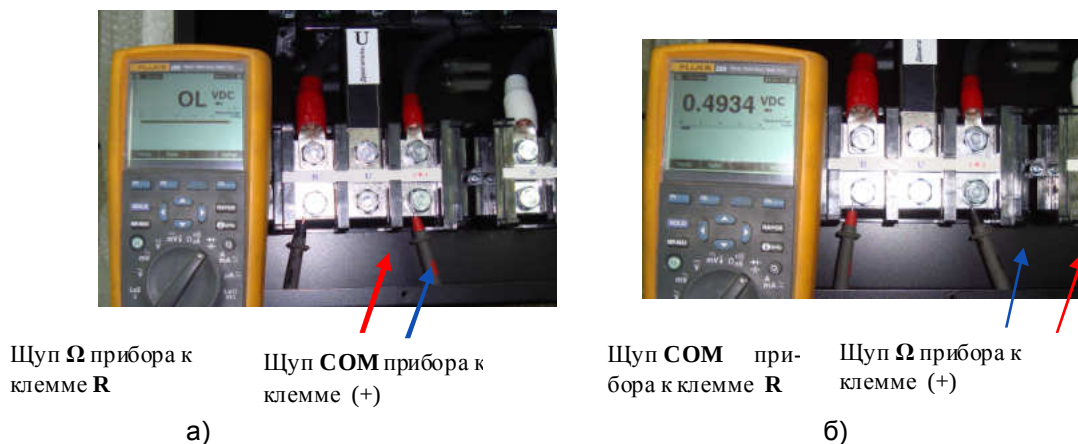

Рис. 4.13.
4.10.2. Проверить цепь предзаряда (диод предзаряда и резистор предзаряда), подсоединя мультиметр к клеммам «+» и «R» силовой клеммной колодки. Исправная цепь должна «звониться» как «диод»: при прямой проводимости показания прибора $0,3 - 1,0$ и должен звучать короткий звуковой сигнал (рис. 4.13 а); при обратной проводимости - «обрыв цепи» (рис. 4.13 б).